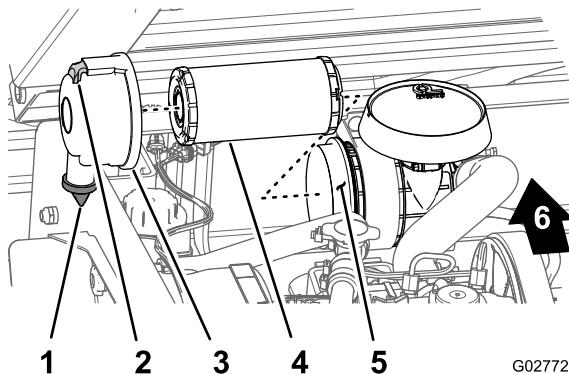

Figura 33
2. Inspeccione la carcasa del limpiador de aire por si hubiera daños, que podrían causar una fuga de aire. Asegúrese de que la tapa del filtro de aire hace un buen sellado alrededor de la carcasa del limpiador de aire (Figura 33).
3. Tire hacia fuera del enganche y gire la tapa del limpiador de aire en el sentido contrario a las agujas del reloj (Figura 33).
5. Retire suavemente el elemento del filtro de aire de la carcasa del filtro de aire (Figura 33) para reducir la cantidad de polvo desplazado.
1. Limpie el orificio de expulsión de suciedad situado en la tapa del filtro de aire (Figura 33).
2. Retire la válvula de salida de goma de la cubierta, límpie el hueco y cambie la válvula de salida (Figura 33).
3. Introduzca el elemento del filtro de aire en la carcasa del filtro de aire presionando el borde exterior del elemento para asentarlo en la carcasa del filtro de aire (Figura 33).
4. Alinee la tapa del limpiador de aire con la carcasa del limpiador de aire, con la válvula de salida de goma hacia abajo – entre las 5:00 y las 7:00 aproximadamente, visto desde el extremo (Figura 33).
5. Sujete la tapa a la carcasa con los enganches (Figura 33).